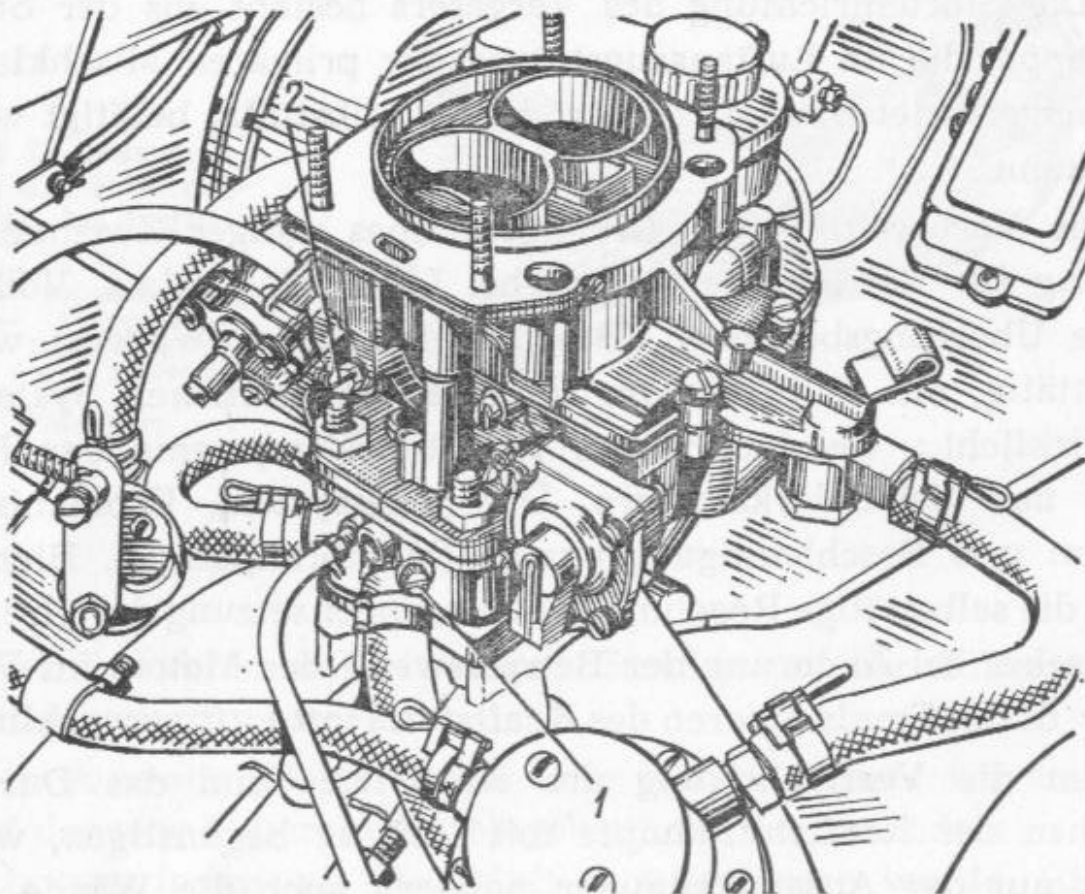

Bild 71. Anordnung der Einstellschrauben des Vergasers :
Zur LeerlaufEinstellung des Vergasers sind zwei Schrauben vorgesehen : Leerlaufbegrenzungsschraube 2 (Bild 71), welche die Öffnung der Drosselklappe der primären Mischkammer begrenzt, und Leerlaufgemischschraube 1, welche die Zusammensetzung des Gemisches einstellt, das vom Leerlaufsystem vorbereitet wird.
1. Motor abstellen und Leerlaufgemischschraube 1 (Bild 71) bis zum Anschlag festziehen, darauf um 2 Umdrehungen losdrehen. Leerlaufbegrenzungsschraube 2 um 1,5—2 Umdrehungen einschrauben, von der Stellung ausgehend, bei der sie den Hebel zu drehen beginnt, der unbeweglich auf der Achse der Drosselklappe befestigt ist.